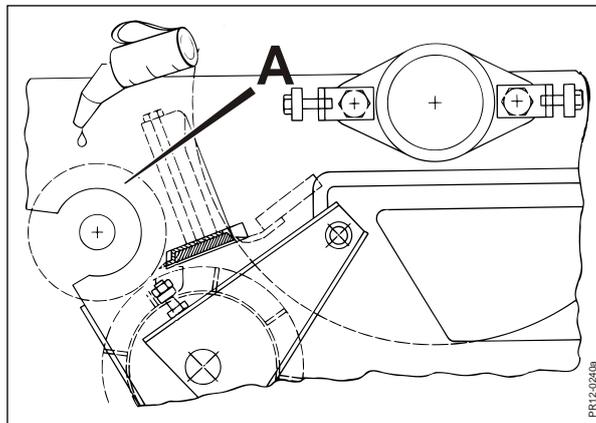

Fig. 6-6
**Fig. 6-6** Se recomienda proteger el rodillo de alimentación trasero superior, el rodillo liso **A**, para evitar que se oxide. Si la máquina no se usa durante un periodo de tiempo superior a un día, se debe lubricar toda la superficie con el mismo aceite.